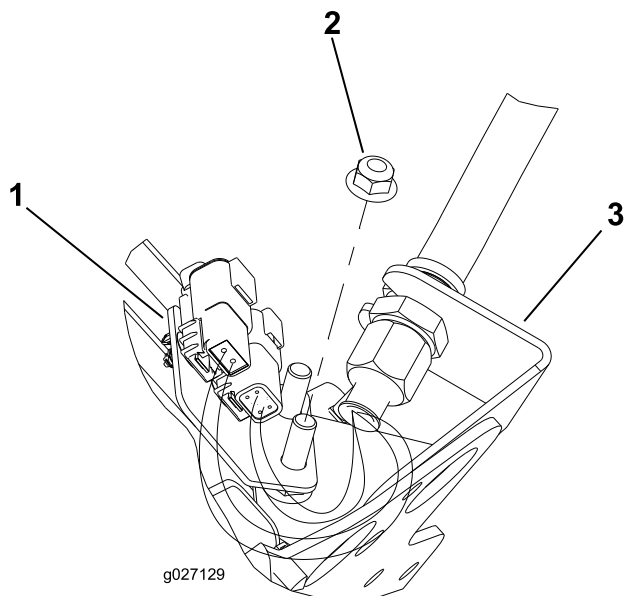
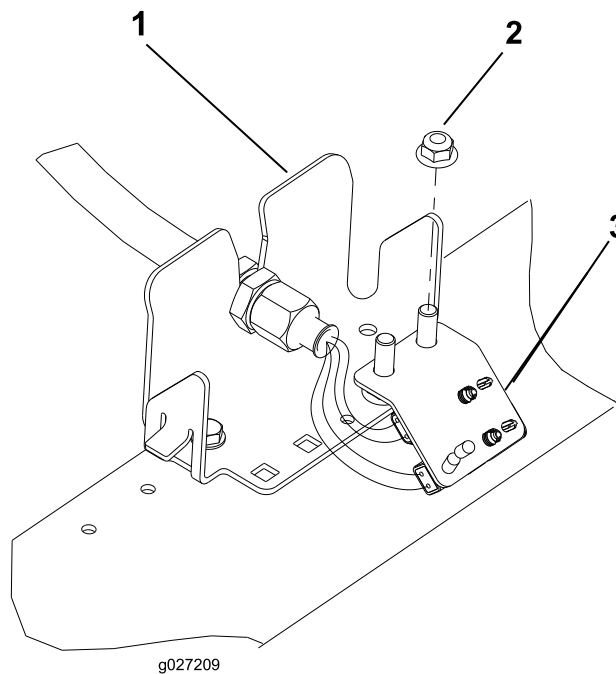

Figura 13
Figura 16
6. Ripetete la procedura nelle 4 posizioni di supporto rimanenti, come illustrato nelle immagini da Figura 13 a Figura 16.